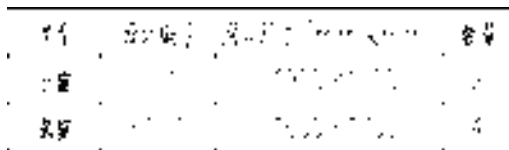

图 8-97 打开素材
1) 按〈Ctrl+O〉组合键, 打开配套光盘提供的“第 8 章/8.4.8 单元编辑.dwg”素材文件, 结果如图 8-97 所示。